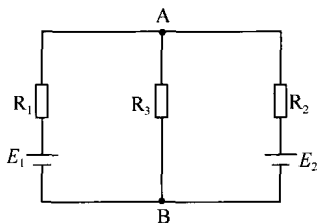

图 1-3 支路
(1) 电路中的每条包含电源或负载的分支就叫支路。如图 1-3 所示, R_1 和 E_1 构成一条支路; R_3 构成一条支路, R_2 和 E_2 构成另外一条支路。
(3) 电路中任一闭合路径叫做回路。一个回路可能只包含一条支路, 也可能包含几条支路。如图 1-3 中的 A- R_3 -B- E_1 - R_1 -A 和 A- R_2 - E_2 -B- E_1 - R_1 -A 就是回路。